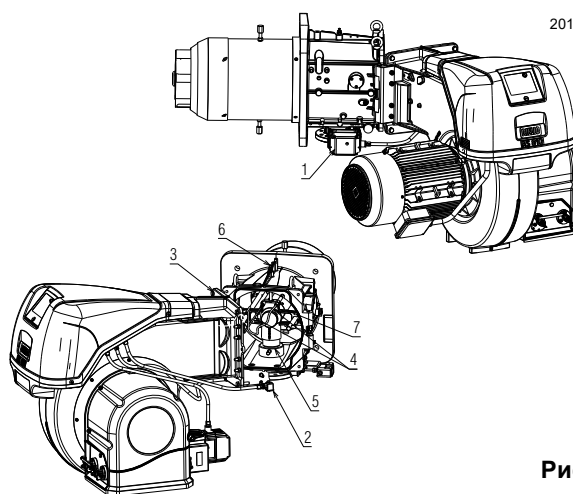

Рис. 16
- Откройте горелку на петле, как показано на Рис. 16.